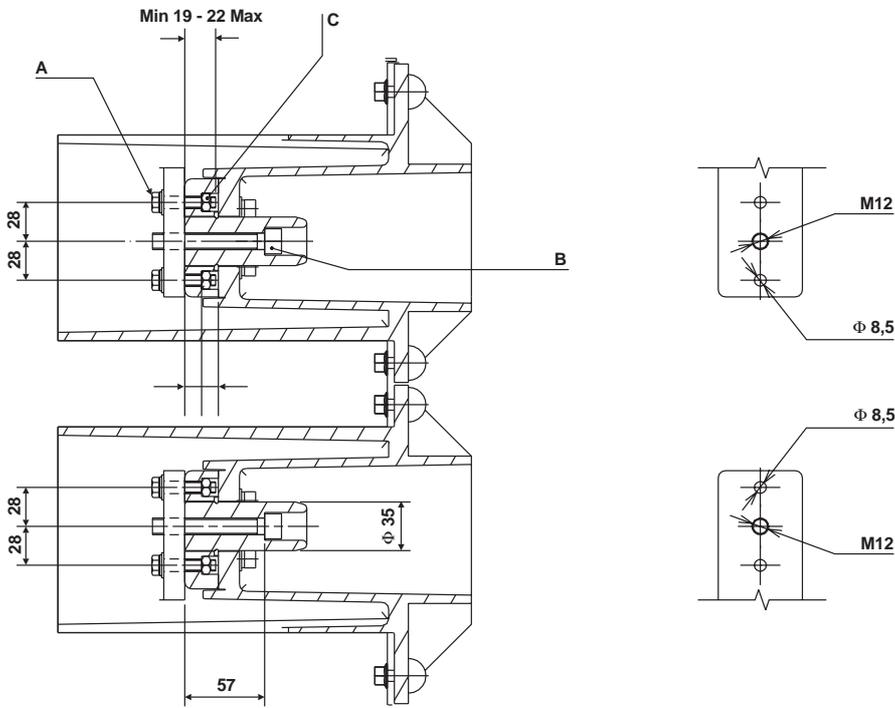

Fig. 22
Il fissaggio delle connessioni superiori ed inferiori del circuito di potenza, deve essere realizzato come indicato nella fig. 22, fissando le connessioni sia ai contatti del contenitore, mediante le viti M12 con coppia di serraggio di 62 Nm, sia alle flange dei monoblocchi mediante viti M8 con coppia di serraggio di 19 Nm.
*Fixing the upper and lower connection of the power circuit must be carried out as indicated in fig. 22, fixing the connections both to the enclosure contacts, by means of M12 screws with 62 Nm tightening torque, and to the flanges of the monoblocks, by means of M8 screws with 19 Nm tightening torque.*